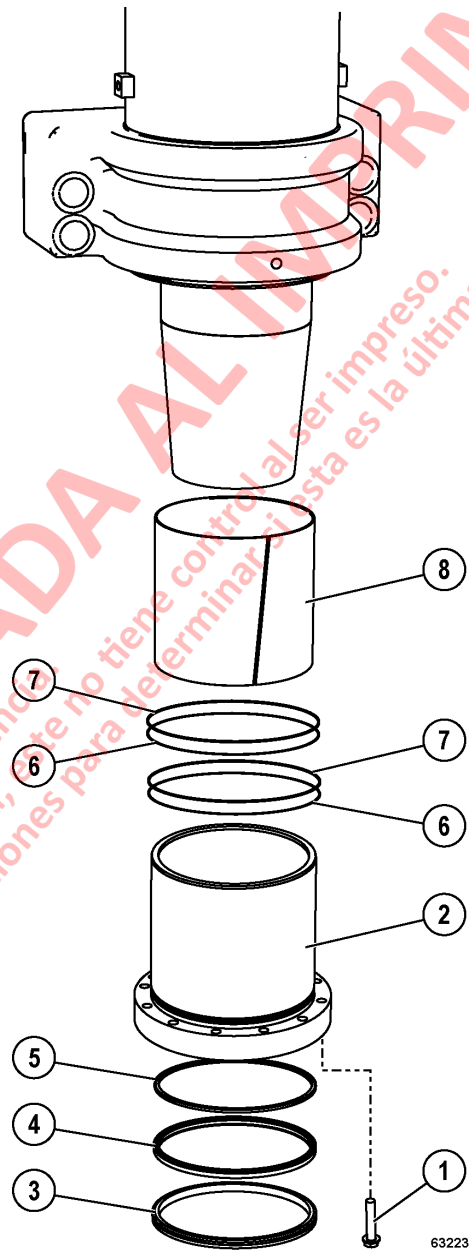

FIGURA 2-11. SUSPENSIÓN DELANTERA
1. Retire los pernos y las arandelas endurecidas del retén del rodamiento inferior (1, Figura 2-11). Instale pernos de empuje en los orificios roscados de la pestaña del retén.
2. Apriete los pernos de empuje uniformemente y prepárelos para soportar el retén del rodamiento a medida que sale de la caja de la suspensión. Saque el retén del rodamiento inferior (2).
3. Saque el sello rascador (3), el sello de reborde doble (4), el sello amortiguador (5), los anillos de respaldo (6), las juntas tóricas (7) y el rodamiento inferior (8).
1. Instale un nuevo sello amortiguador (5, Figura 2-11), un nuevo sello de reborde doble (4) y el sello rascador (3).